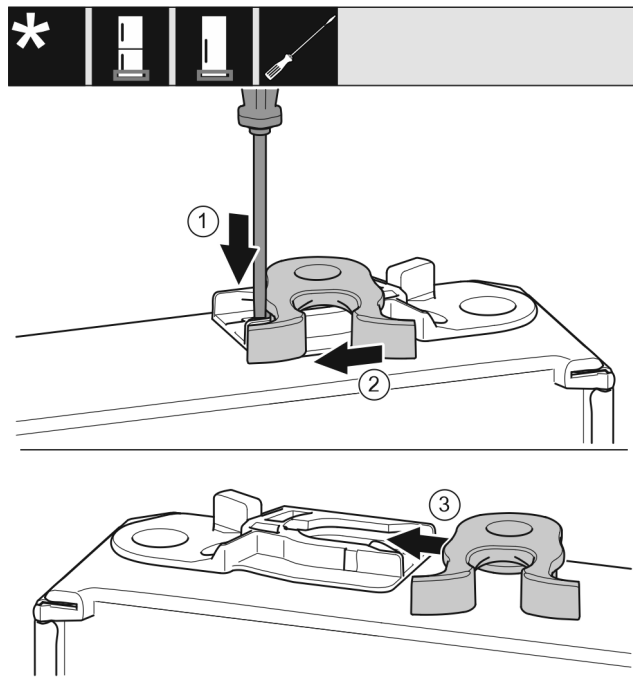

Fig. 23 *
- ▶ Plochým šroubovákem přitlačte lamelu Fig. 23 (1) dolů.*
- ▶ Vytáhněte petlici Fig. 23 (2) z vedení.*
- ▶ Petlici Fig. 23 (3) zasuňte do vedení na druhé straně.*